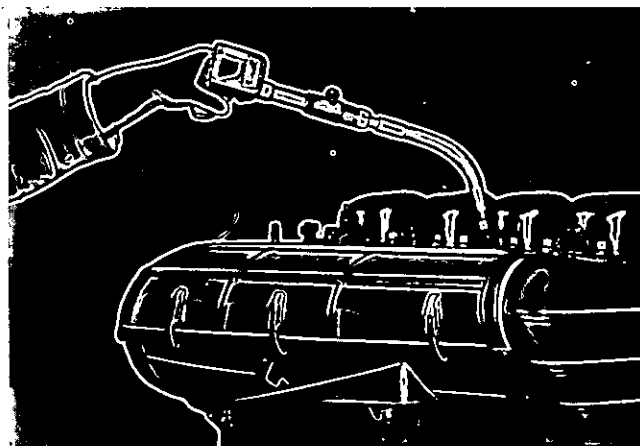

Fig. 11 - Controllo della compressione del motore
- montare l'apparecchio prova compressione 5.9030.407.0/10 in corrispondenza del foro dell'iniettore sulla testa (Fig. 11);